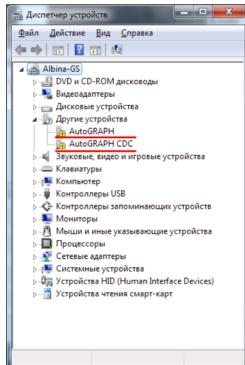

Рис.30. Новое устройство.
- Система автоматически найдет новое оборудование (Рис.30).